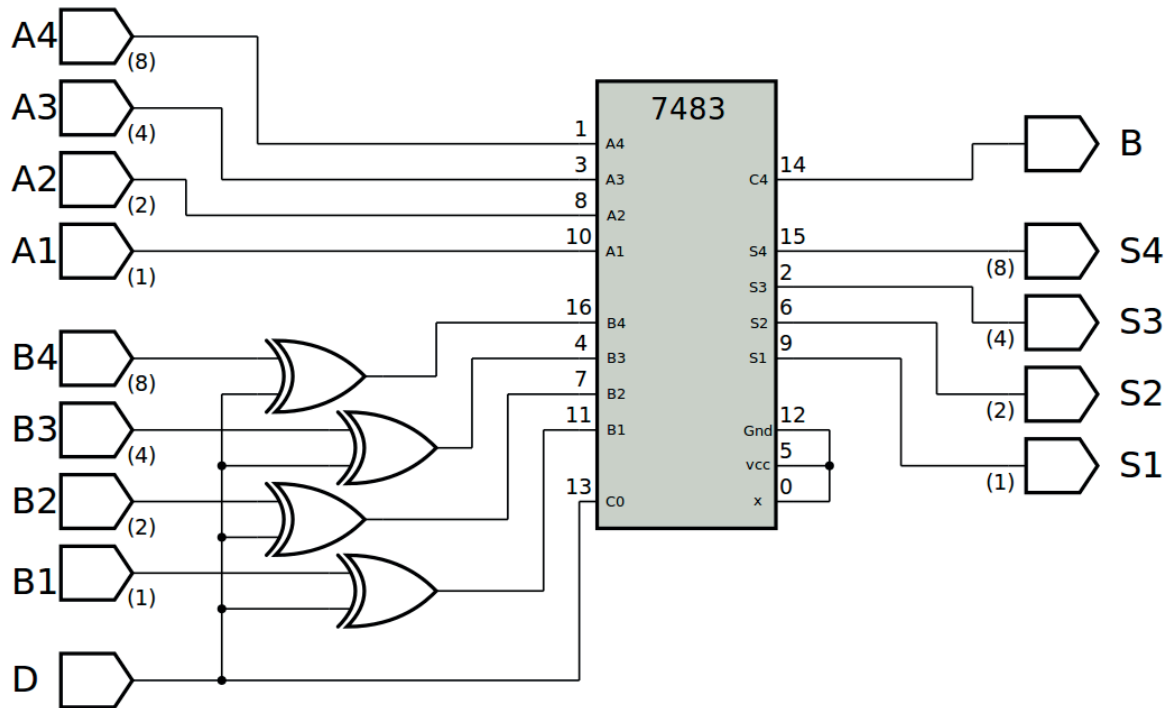
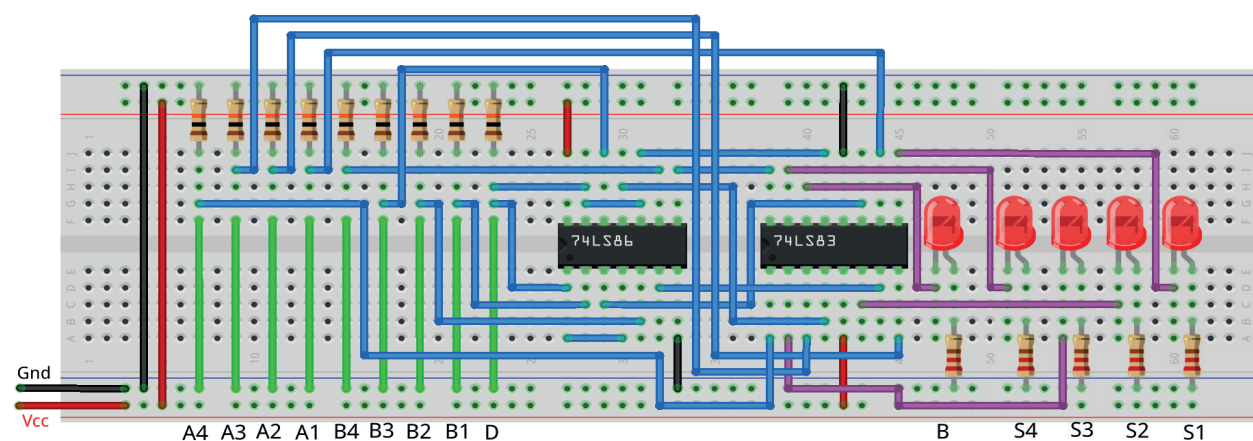

Figura 6.29 – Diagrama esquemático.
Figura 6.31 – Disposição dos componentes (TTL) na placa de montagem.
A Figura 6.29 mostra um circuito somador / subtrator completo de 4 bits. Existem duas entradas de 4 bits A (A4 A3 A2 A1) e B (B4 B3 B2 B1). As saídas são B, S4, S3, S2, S1. Neste circuito, se $D = 0$ então as duas entradas de 4 bits A e B são adicionadas: $A + B$. Neste caso, as portas OU-Ex atuam como “buffers” não-inversores, e o transporte de entrada (Cin) para o somador é 0. Portanto, o somador calcula uma soma de quatro bits com transporte de saída: $(B, S4, S3, A2, S1) = (A4, A3, A2, A1) + (B4, B3, B2, B1)$. Se $D = 1$, a subtração é aplicada com base no complemento de dois da seguinte forma: $A + B' + 1$. Neste caso, as portas OU-Ex atuam como “buffers” de inversão, e o transporte de entrada (Cin) para o somador é 1. Portanto, o circuito calcula uma subtração de quatro bits com base no complemento de dois: $(B, S4, S3, A2, S1) = (A4, A3, A2, A1) - (B4, B3, B2, B1)$.
- Monte o circuito da figura 6.29 na placa de montagem, conforme figura 6.31 (versão TTL) ou 6.32 (versão CMOS).
- Utilize um programa de simulação em computador (SmartSim, Atanua, Qucs) faça a simulação do circuito da figura 6.29. Compare os resultados com a tabela 6.11.